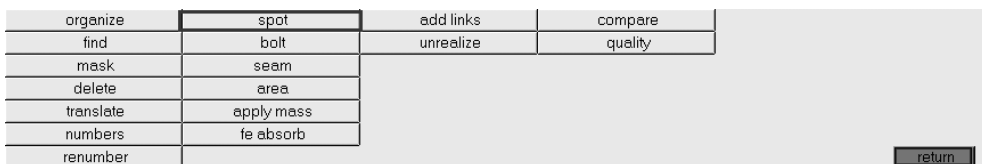

图 7-99 选择 realize 面板
(7) 进入 **1D > spot**，选择 **realize** 面板，如图 7-99 所示。